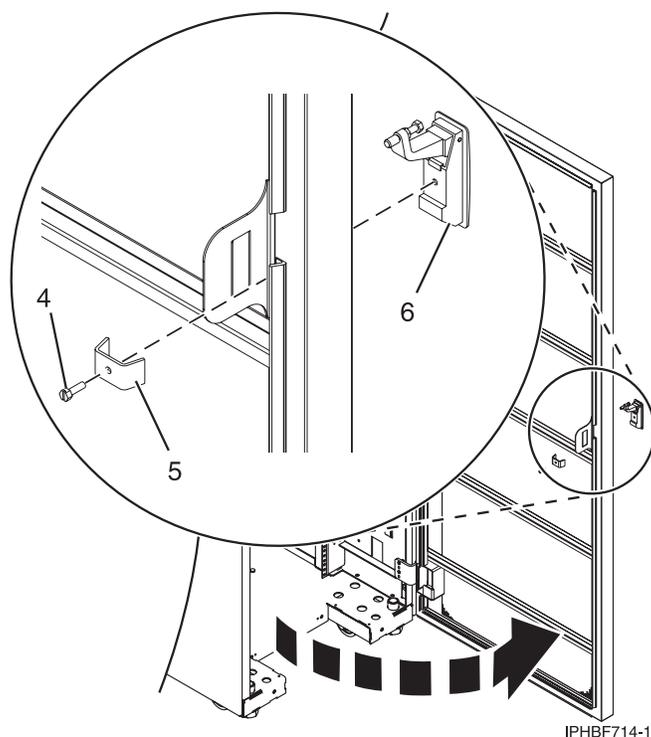

Figura 26. Quitar el pestillo existente en la puerta
- b. En la parte interior de la puerta, quite el tornillo (4) de la Figura 26 que asegura el bloqueo de la puerta del bastidor.
- c. Extraiga la pieza de sujeción (5).
- d. En el exterior de la puerta, extraiga el pestillo de la puerta (6).
- a. Inserte la cerradura de llave del bastidor en la ranura del pestillo de la parte frontal de la puerta (6) en la Figura 26.
- b. Asegure la cerradura fijando la pieza de fijación (5) con el tornillo (4), en la parte interior de la puerta.